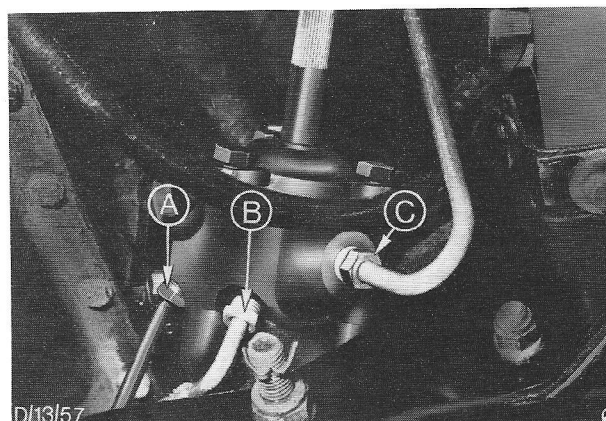

Fig. 11. Ligging van vloeistofleidingen voor bedieningsklep.
12. Verwijder de afsluitpluggen en sluit de drukleiding 'C', zie fig. 11, en de retourleiding aan op de regelklep; zet de wartels met het voorgeschreven aantrekkoppel vast.